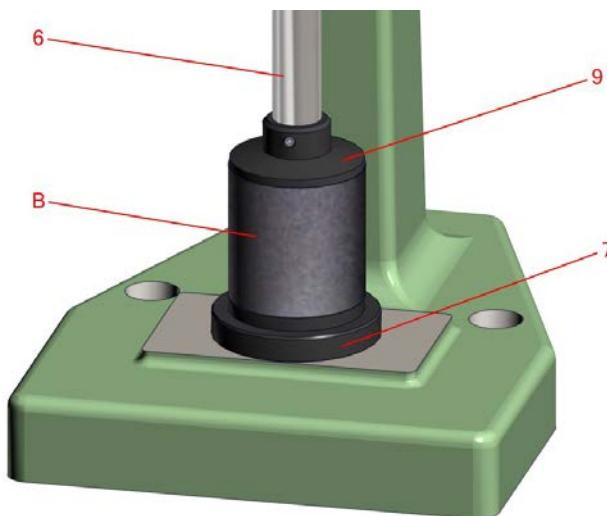
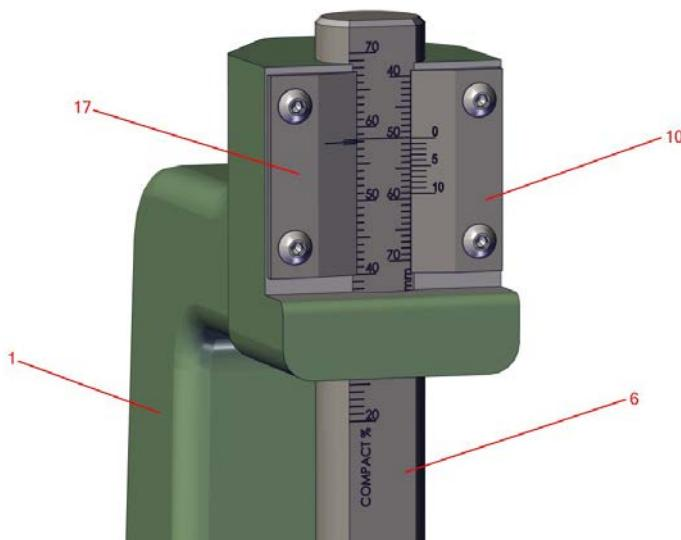

Figure 5 : Éprouvette en acier (Lettre B) insérée entre le pied de compactage (N°9) et le socle du tube (N°7) sur le damoir de sable.
Figure 6 : Alignement parfait du vernier d'un damoir de sable métrique avec une éprouvette métrique de 50 mm.
1. Insérez le socle (Figure 5, N°7) dans le support de socle sur la base du cadre du damoir (Figure 1, Lettre A).
2. Placez le cylindre métrique (50 mm x 50 mm) ou AFS (2" x 2") en acier, (figure 5, élément B) [fourni dans le kit d'étalonnage] sur l'édit socle (Figure 5, N°7).
3. Tournez doucement la came auxiliaire (Figure 1, N°2) afin de faire descendre la tige principale (Figure 1, N°6) et le pied de compactage (Figure 1, N°9) sur l'éprouvette en acier (Figure 5, Lettre B). Vérifiez que le pied de compactage est bien en contact avec la face supérieure de l'éprouvette en acier (voir Figure 5).
4. Le zéro du vernier de hauteur droite (Figure 2 ou 3, N°10) doit correspondre à la ligne 50 mm (métrique) ou 2" (AFS) de l'échelle de hauteur d'éprouvette. La ligne 50 mm (métrique) ou 2" (AFS) doit également correspondre à la marque de tolérance 50 mm (métrique) ou 2" (AFS) sur le vernier gauche correspondant (Figure 2 ou 3, N°17), comme illustré en Figure 6. Si ce n'est pas le cas, vérifiez que le pied de compactage (Figure 5, N°9) est bien vissé jusqu'au bout sur la tige. Ne réglez pas les échelles vernier (Figure 1, N° 17 et N°10) – ces dernières ont été ajustées de façon semi-permanente par le fabricant. Si l'ensemble des contrôles effectués (dont l'élimination des résidus de sable ou des débris) ne permet pas de résoudre le problème que vous rencontrez, contactez Simpson afin d'obtenir un support technique.